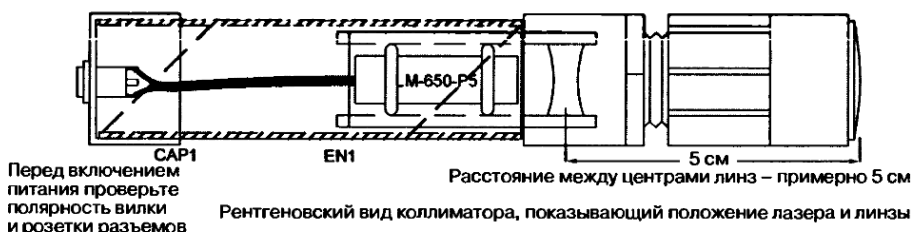

Рис. 12.6. Сборка с использованием лазерного модуля
1. Проведите механическую сборку лазерной секции, как показано на рис. 12.6. Вы можете непосредственно подключить адаптер 3 В и снять напряжение